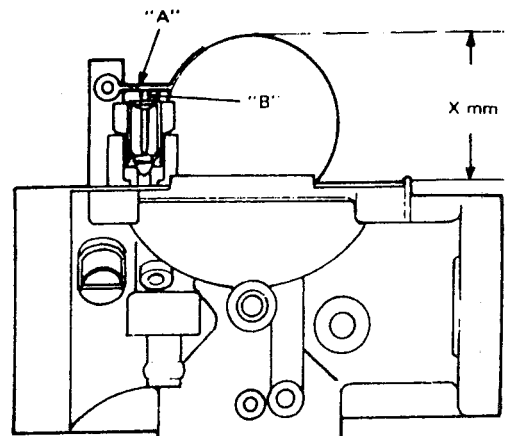

Bild 190 Messen der Schwimmerhöhe
- Bei richtiger Schwimmerhöhe beträgt der Abstand zwischen der Oberkante der Schwimmer (am umgekehrten Vergaser) und der Anlagefläche des Vergasergehäuses 15,5 mm (Bild 190).